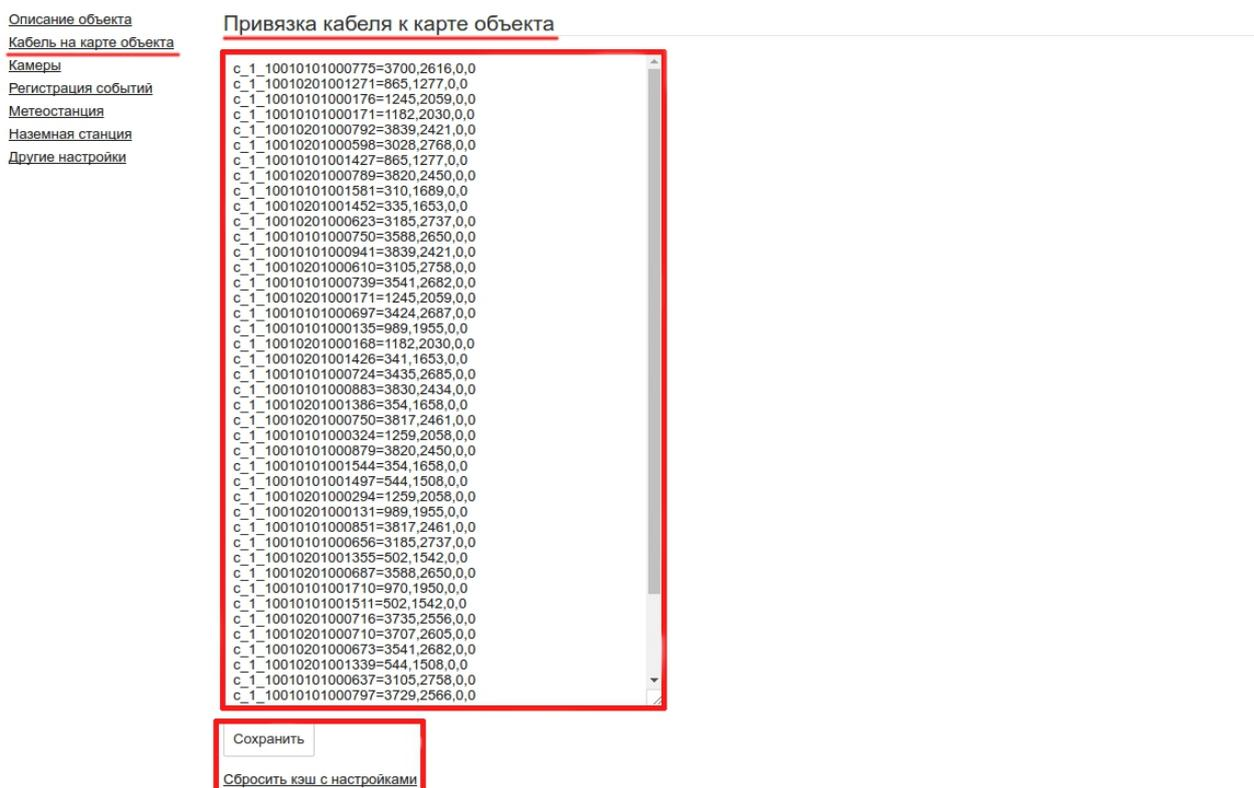
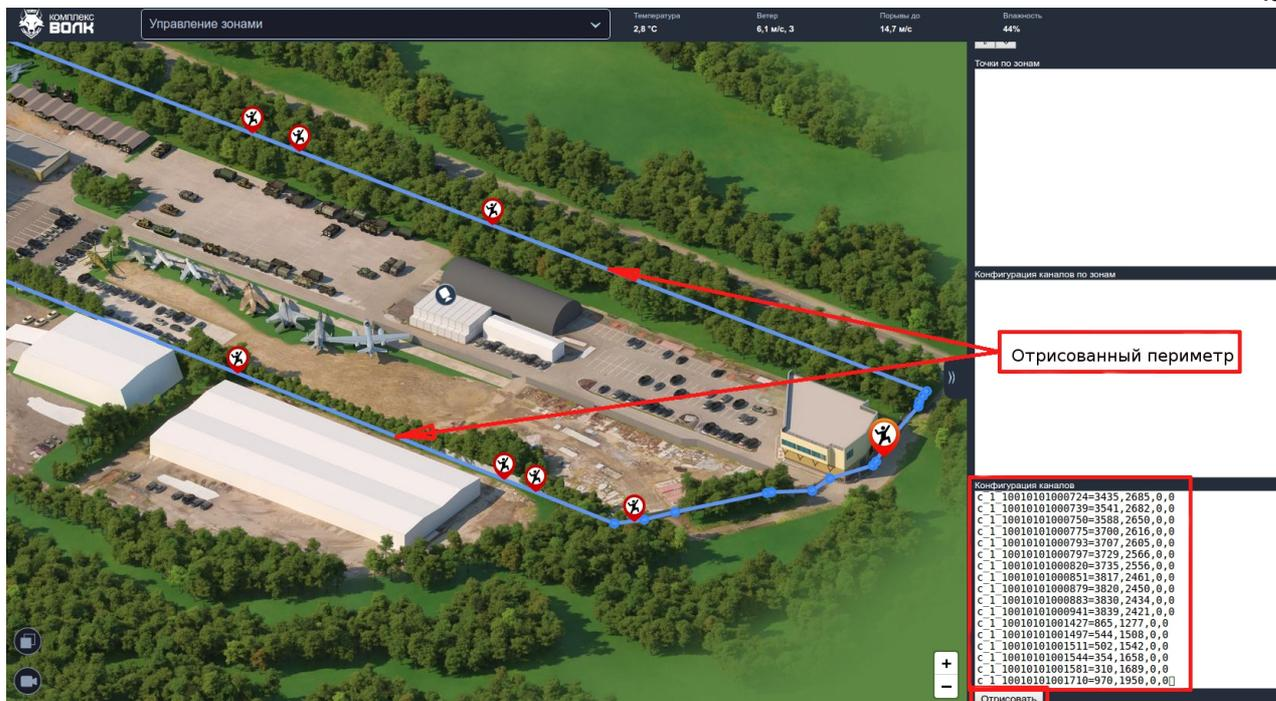

Рисунок 21 — Привязка
Рисунок 22 — Добавление зон ответственности
6.5.2.5.6. Вставляем весь скопированный код в форму «Привязка кабеля к карте объекта». После чего нажимаем «Сохранить» и «Сбросить кэш с настройками» (рисунок 21).
6.5.3.2. Для удобства отображения периметра на карте, относительно которого будут добавляться новые зоны, необходимо скопировать данные из поля «Привязка кабеля к карте объекта» (рисунок 21) в форму конфигурация каналов (рисунок 22) и нажать кнопку «Отрисовать».